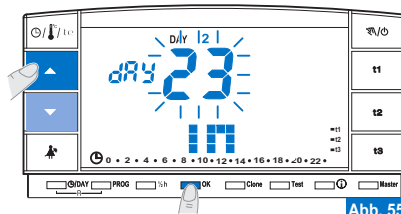

Abb. 55
- Bestätigen Sie die Einstellung mit der OK-Taste (Abb. 55).